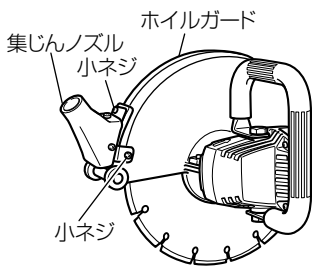

図 7
- (1) カバーを止めている小ネジをプラスドライバーでゆるめてカバーを取りはずします。
- (2) 付属の集じんノズルをホイールガードに取付け、小ネジをプラスドライバーで締付けます。(図 7)